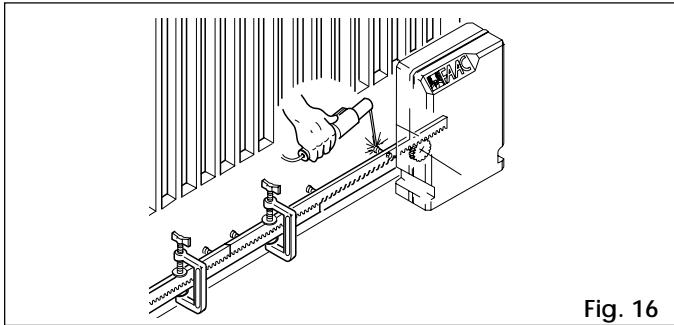

Fig. 16
- 5) Acercar otro elemento de cremallera al anterior, utilizando un trozo de cremallera para poner en fase el dentado de ambos tramos (fig. 16).
un trozo de cremallera para poner en fase el dentado de ambos tramos (fig. 16).